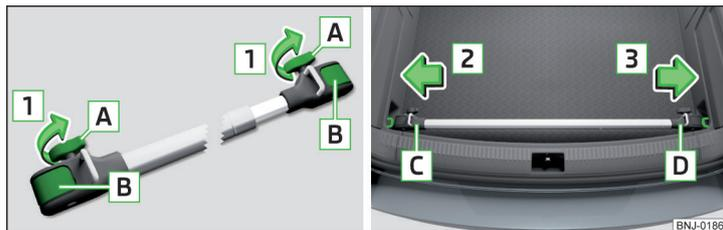

Fig. 105 Montagem do suporte transversal: Soltar os parafusos e desbloquear os suportes / Colocar o suporte transversal nos olhais de fixação
- › Para **montar**, desapertar completamente os parafusos **A** no sentido das setas **1** e retirar parcialmente. Os suportes **B** serão desbloqueados » Fig. 105.